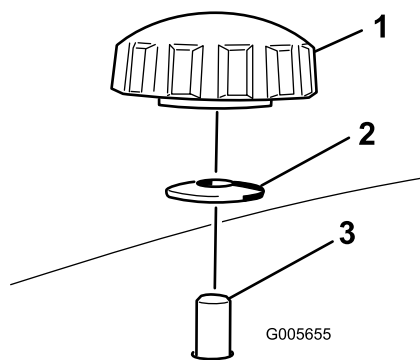

Figura 4
2. Instale el deflector izquierdo en la carcasa, sujetando los espárragos del deflector desde la parte superior del cortacésped con 2 pomos y arandelas curvas (con la cara ahuecada hacia el cortacésped) según se muestra en Figura 3 y Figura 4.
3. Coloque el deflector derecho en la carcasa de corte y fíjelo usando 2 pomos y arandelas curvas (cara ahuecada hacia el cortacésped) según se muestra en Figura 3 y Figura 4.